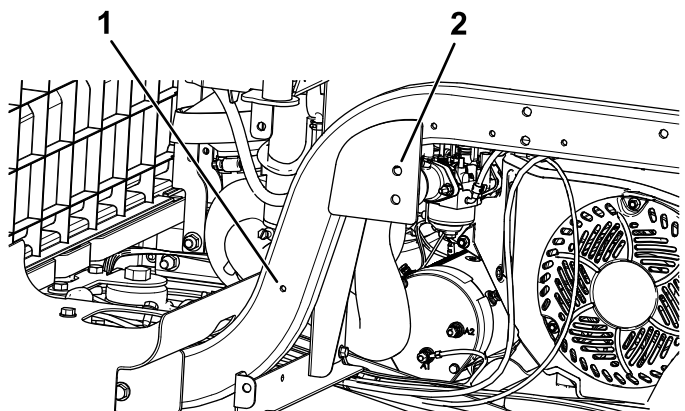

Figura 20
1. Aliniezi suportul ROPS cu cele 2 orificii în spatele bazei scaunului i orificiul orientat către partea din față a inei cadrului după cum este indicat în Figura 20.
3. Marcai locaiile orificiilor pe suportul ROPS (Figura 20).